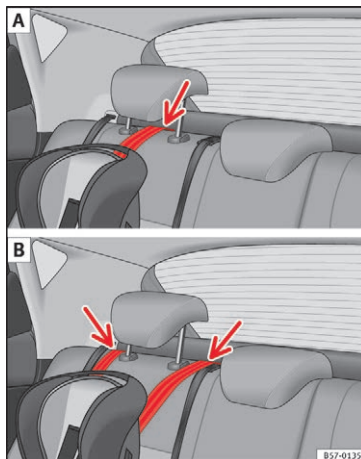

Fig. 33 Fastgørelsesrem: indstilling og montering afhængigt af Top Tether-remmen
- Før selen igennem under bagsædets hovedstøtte » **Fig. 33** (løft eller fjern om nødvendigt hovedstøtten afhængigt af brugsanvisningerne til børnesædet).